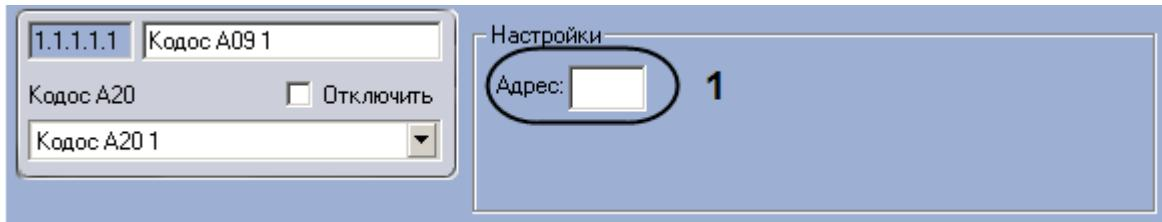

Рис. 3.6—19 Настройка адресного блока Кодос А-09
2. Ввести аппаратный адрес подключения адресного блока Кодос А-09 в поле **Адрес** (см. Рис. 3.6—19, 1).